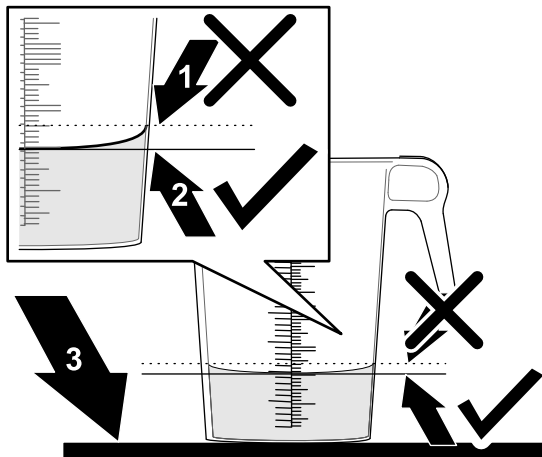

Figura 50
6. Ponga el recipiente graduado en una superficie nivelada y observe el volumen de fluido (Figura 50).